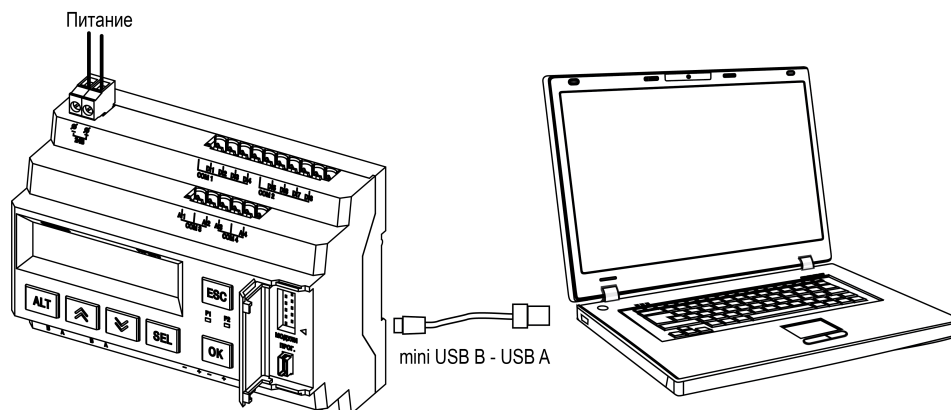

Рисунок 6.18 – Схема подключения прибора к ПК
1. Подключить прибор к ПК (см. рисунок 6.18);